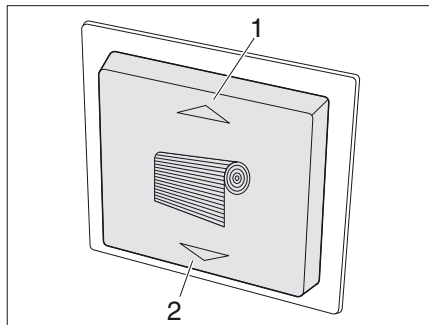
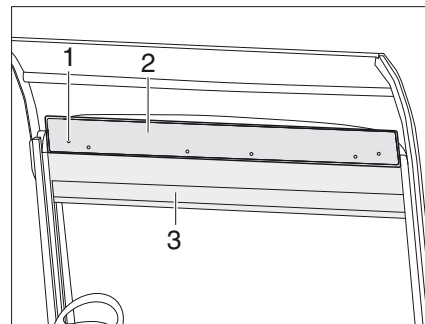

Bild 82 Reglage för rullgardin
Bild 84 Nödfunktion för rullgardinen
**Stänga:** ■ Tryck ner knapp (Bild 82/2). Rullgardinen (Bild 84/3) för framrutan rör sig nedåt.
**Öppna:** ■ Tryck ner knapp (Bild 82/1). Rullgardinen (Bild 84/3) för framrutan rör sig uppåt.
- Skruva bort 6 skruvar (Bild 84/1) på rullgardinskassetten och ta av panelen (Bild 84/2).
- Häng in vevan i en av de båda motorerna och dra upp resp. ner rullgardinen (Bild 84/3).